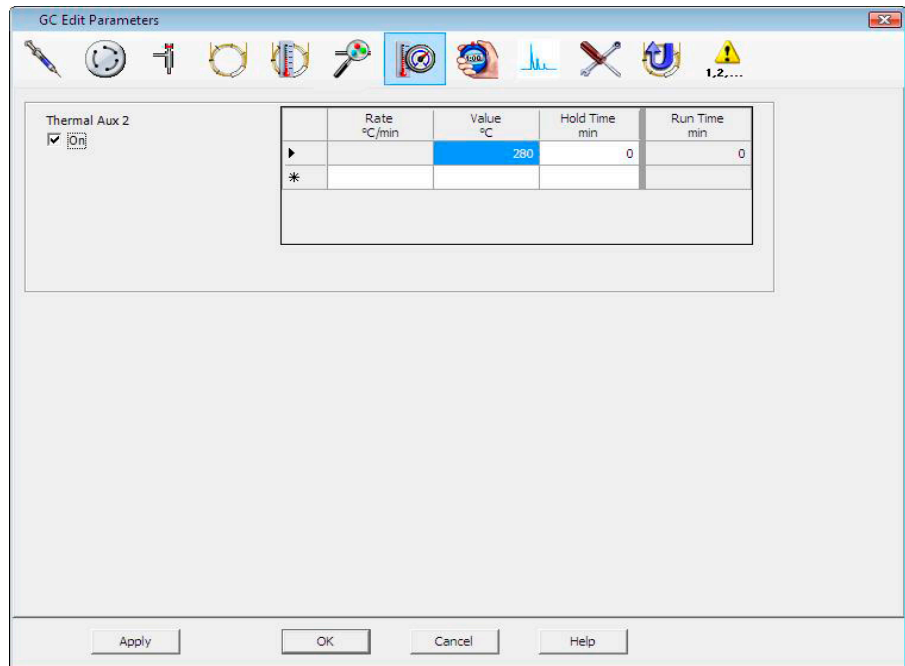

Figure 16 Configuration de la température de l'interface
- 3 Cliquer sur **Aux** pour modifier la température de l'interface (Figure 16).